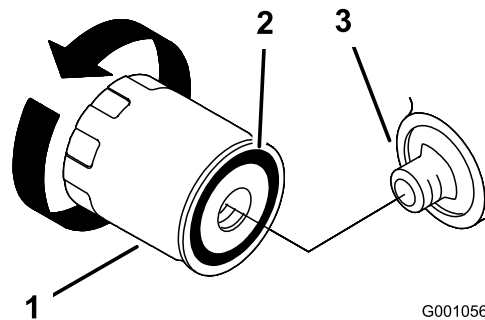

Figura 38
3. Aplique una capa fina de aceite nuevo a la junta de goma del filtro nuevo (Figura 38).
4. Instale el filtro de aceite nuevo en el adaptador del filtro. Gire el filtro en el sentido de las agujas del reloj hasta que la junta de goma entre en contacto con el adaptador del filtro, luego apriete el filtro media vuelta más (Figura 38).